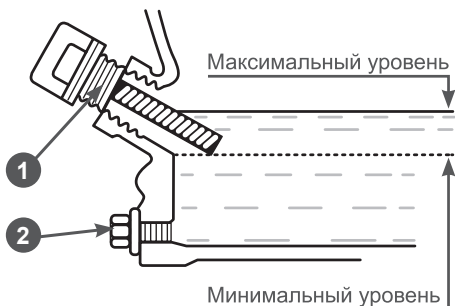

Рис. 12 Проверка уровня масла в картере
4. Установите крышку-щуп в отверстие горловины, не закручивая (Рис. 12).
Максимальный уровень масла в картере соответствует нижней кромке заливного отверстия (Рис. 12).
3. Протрите щуп насухо и вставьте в отверстие горловины, не закручивая (Рис. 12).
- При недостаточном уровне масла в картере необходимо долить чистое масло до верхней отметки на щупе, что соответствует нижней кромке заливного отверстия (Рис. 12).